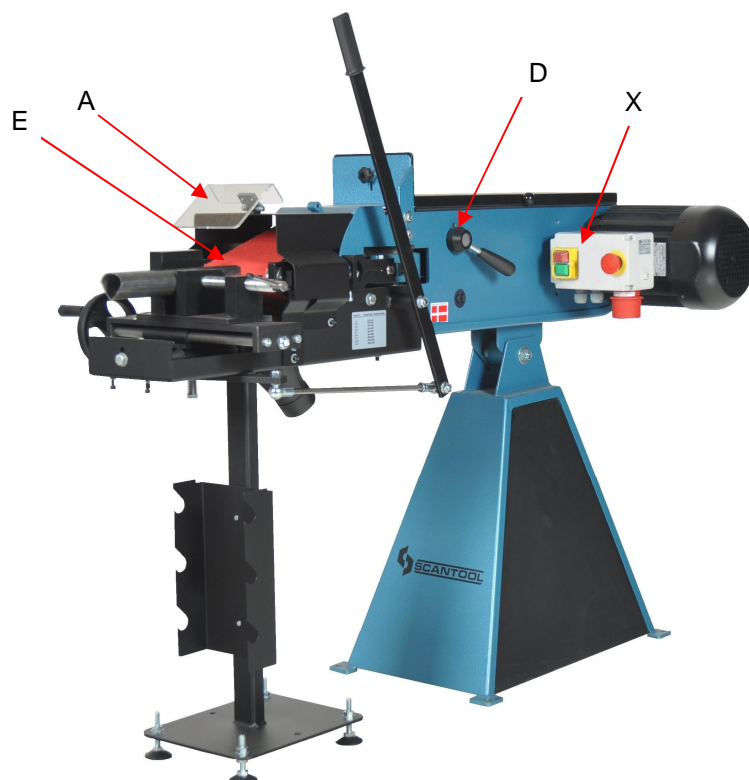

Рис. 2.2.5 Ленточная шлифовальная машина со станком RB 150
В случае если ход ленты перестал быть ровным и рукоять (D), смотрите рис. 2.2.5, не может выравнивать ход ленты, необходимо осуществить регулировку регулировочным инструментом. Регулировочный инструмент, показанный на рисунке 2.3.1, позволяет вам изменять угол наклона контактного диска соответственно ходу шлифовальной ленты.